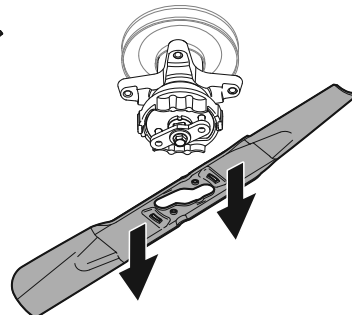

Figure 47
- Lorsque le trou au centre de la lame s'aligne avec le support de retenue, tirez sur la lame. Voir Figure 47.